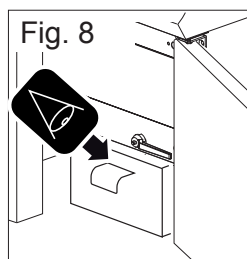

Fig. 8
1. Posizionare un recipiente (adatto per morfologia e capienza) sotto la saracinesca di scarico (Fig. 8).